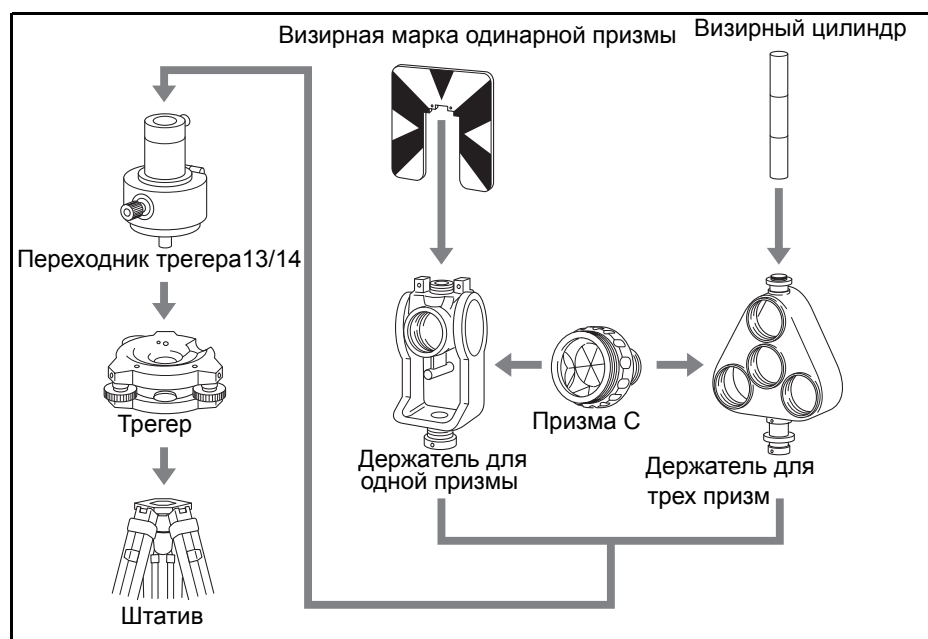

Рисунок 2.1 Сборка призмного отражателя
1. Соберите призмный отражатель как показано ниже, см. Рисунок 2.1.